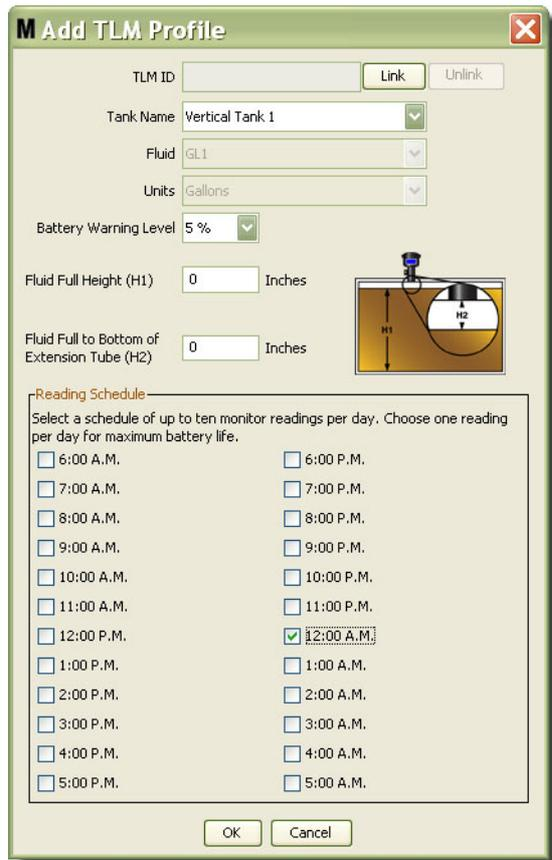

FIG. 108
- È visualizzata la schermata Add TLM Profile (Aggiungi profilo TLM) mostrata nella FIG. 108.
2. Sulla schermata del PC illustrata nella FIG. 108, selezionare il pulsante Link (Collega) e dall'elenco a discesa selezionare il TLM per il quale si sta creando questo profilo. Questo collegherà il TLM al PC Matrix e consentirà la comunicazione tra i due dispositivi nel sistema.
Dopo aver fatto clic sul pulsante "Link" (Collega), tale pulsante nella FIG. 108 non sarà più attivo e lo sarà invece un pulsante "Unlink" (Scollega). Facendo clic sul pulsante "Unlink" (Scollega) si interrompe l'associazione tra questo TLM e il PC Matrix.